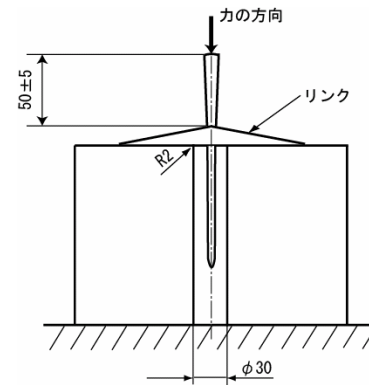

図 3 : バスケットの取付強さ試験
(2) 図 3 に示すように、バスケットを 750 N の力でシャフト軸に対し下方向に押し込み確認すること。